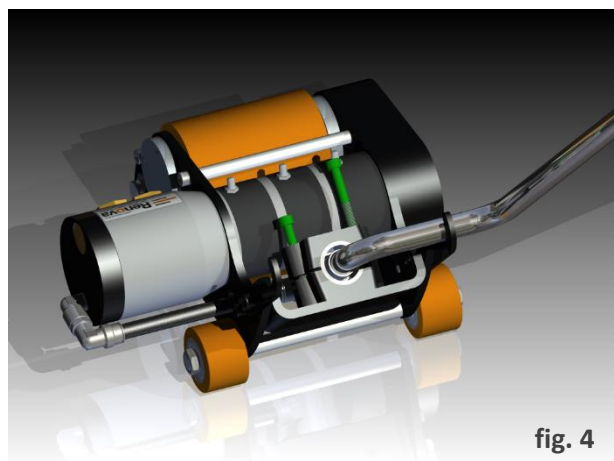

fig. 4
4. Bloccare le due viti del morsetto utilizzando un frena filetti medio in modo tale da garantire un perfetto serraggio del manico (fig.4)